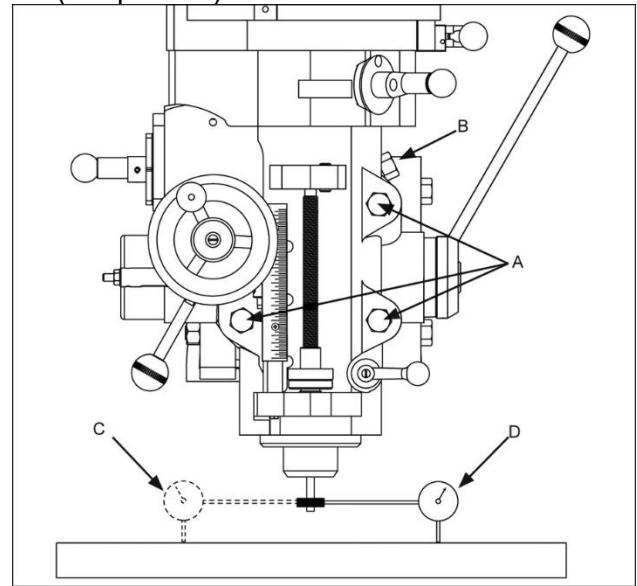

Рисунок 18
- Установите индикатор на оправку и закрепите с помощью штанги (см. рис. 18).
- с. Установите индикатор часового типа на оправку и закрепите с помощью штанги (см. рис. 18).